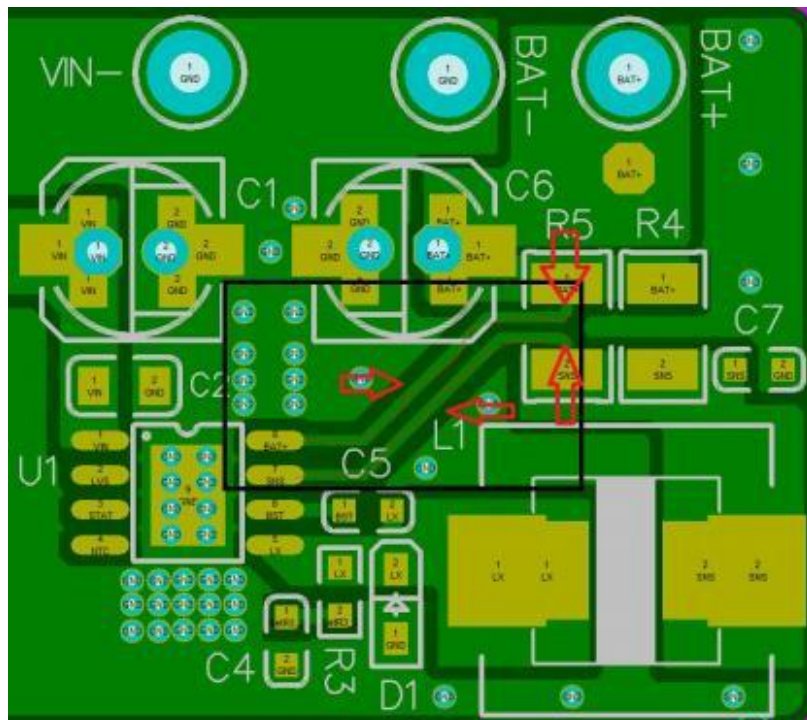

图4
3.芯片的第5脚是输出大电流，需要加粗走线，第7和8脚是取样功能，不需要经过大电流，所以不需要加粗走线。但是需要采用凯尔文式布线，分别单点接到恒流设置电阻R4或R5两端的焊盘。如下图4所示：